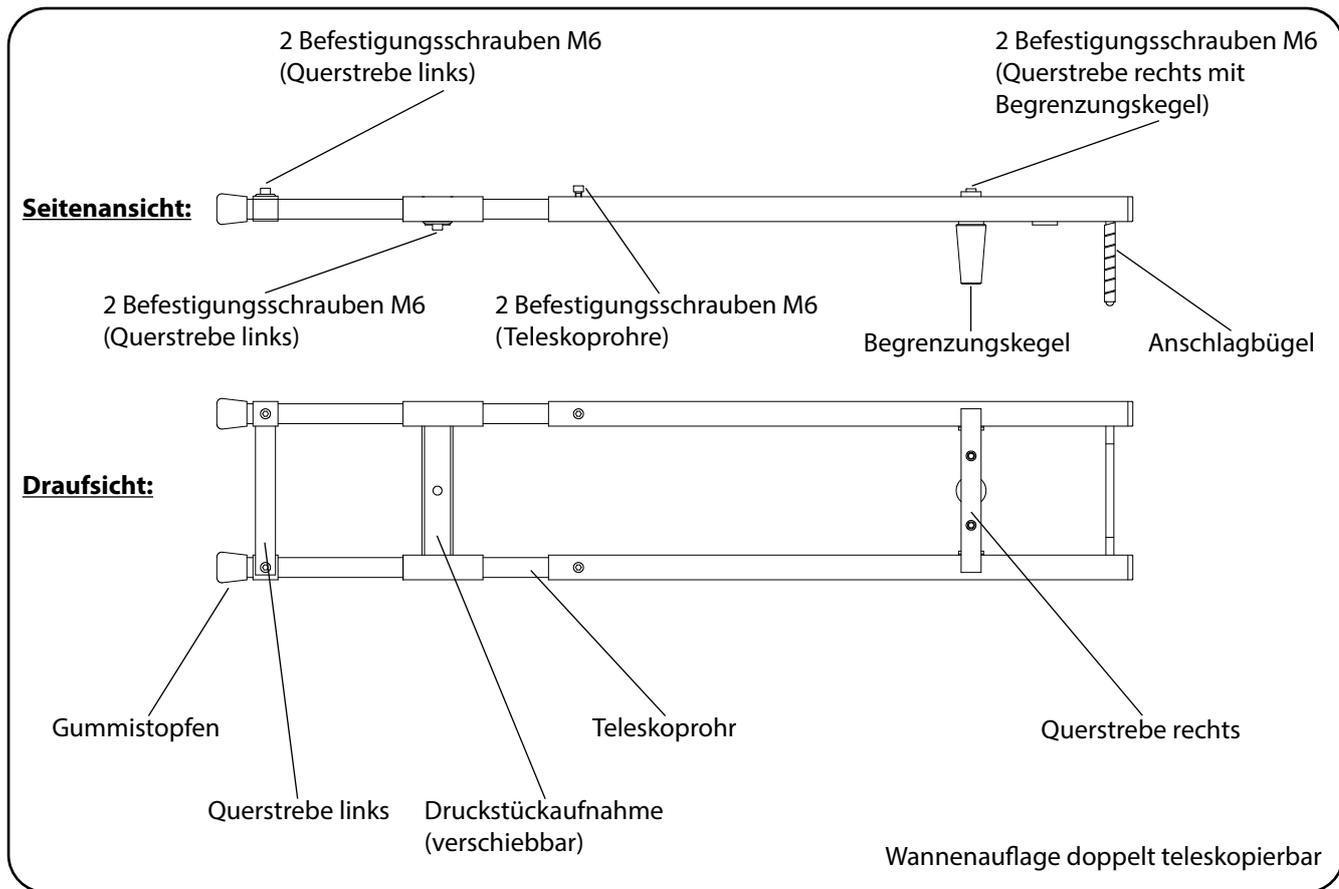

Abbildung 23
Wannenauflage doppelt teleskopierbar (Abbildung 23)
- 8 Zylinderkopfschrauben M6 bei doppelt teleskopierbarer Wannenauflage (siehe Abbildung 23).
9. Verschieben Sie dazu die Strebe der Druckstückaufnahme auf die Höhe des Druckstücks des Abstützarms des korrekt stehenden Patientenlifters und ziehen Sie beide Befestigungsschrauben fest an (siehe Abbildung 23).